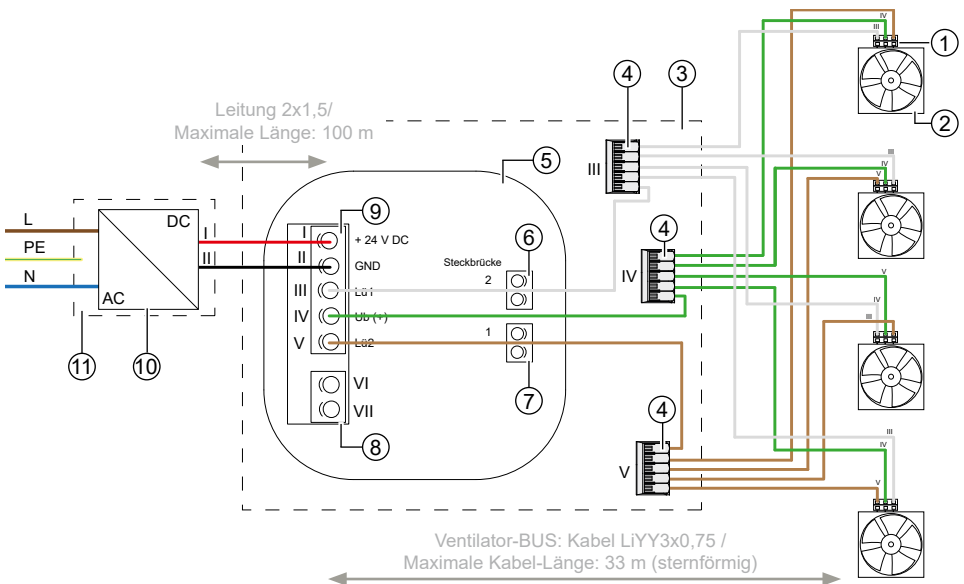
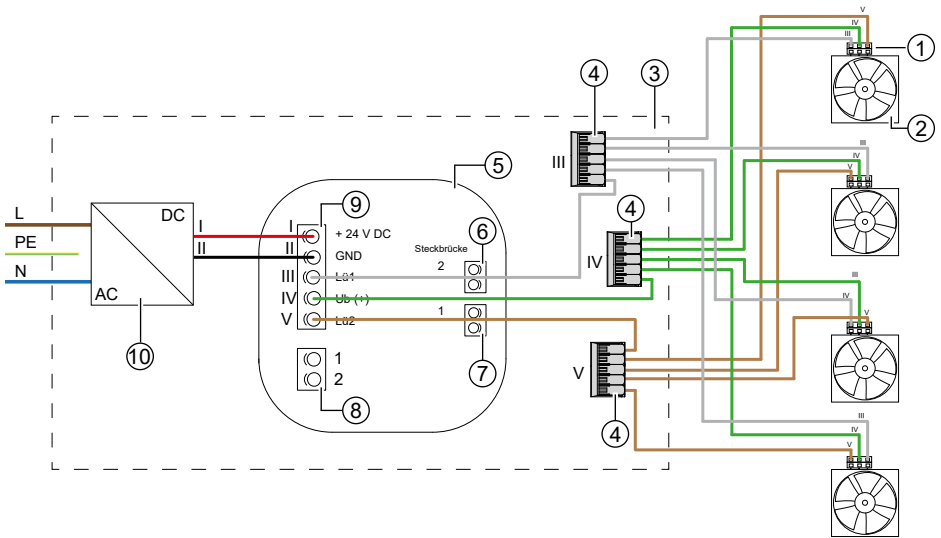

Abbildung 3: Anschlussbeispiel sMove s4 inkl. Schaltschrank-Schaltnetzteil und Verteilung
Abbildung 4: Anschlussbeispiel Regler sMove s4 inkl. Unterputz-Schaltnetzteil und Verteilung
- ① Steckverbindung
- ② Reversier-Ventilator
- ③ Montagedose
- ④ Verbindungsklemmen
- ⑤ Rückseite Bedieneinheit
- ⑥ Steckbrücke externe Schnittstelle
- ⑦ Steckbrücke für Service-Einstellungen
- ⑧ Anschlussklemme, 2-polig (Externe Schnittstelle)
- ⑨ Anschlussklemme, 5-polig (Ventilator-BUS/ Betriebsspannung Regler)
- ⑩ Schaltschrank-Netzteil NT17-s4 (Abb. 3) / Unterputz-Netzteil NT17-s4 (Abb. 4)
- ⑪ Schaltschrank